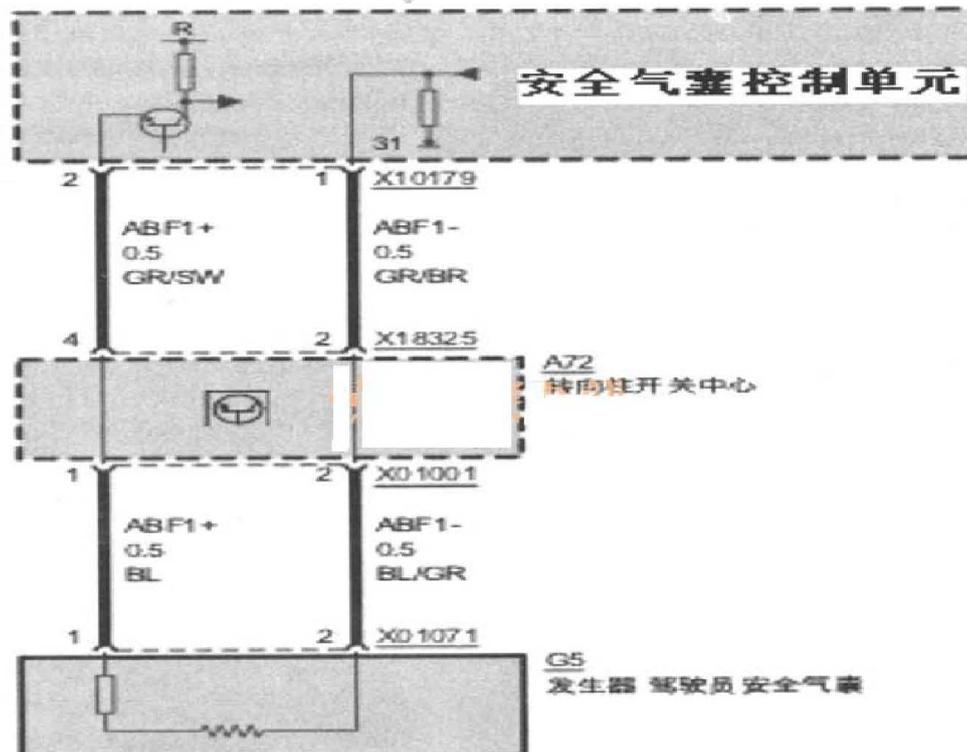

图2 驾驶员侧安全气囊点火电路
- 7). 脱开安全气囊控制单元和气体发生器之间的插头连接，单独测得驾驶员侧的安全气囊（气体发生器）的电阻值为 2.4 Ω，这个电阻值在正常范围之内。接下来调出驾驶员侧安全气囊的点火电路图，如图 2 所示，测量线路的电阻。